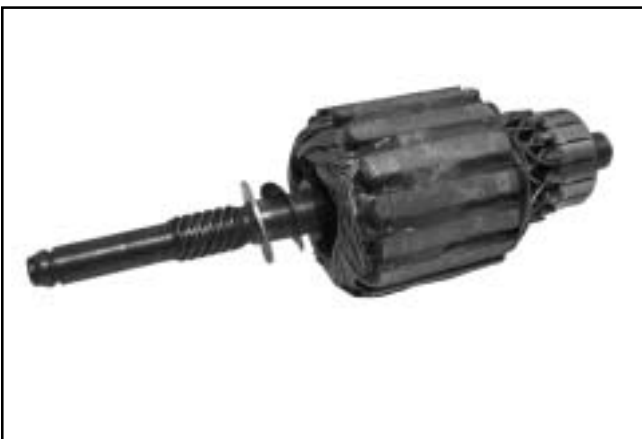

Figura 7-18. Arandelas instaladas en el inducido.
1. Coloque la arandela ondulada, seguida de la arandela de empuje en el eje de transmisión del inducido. Ver Figura 7-18.